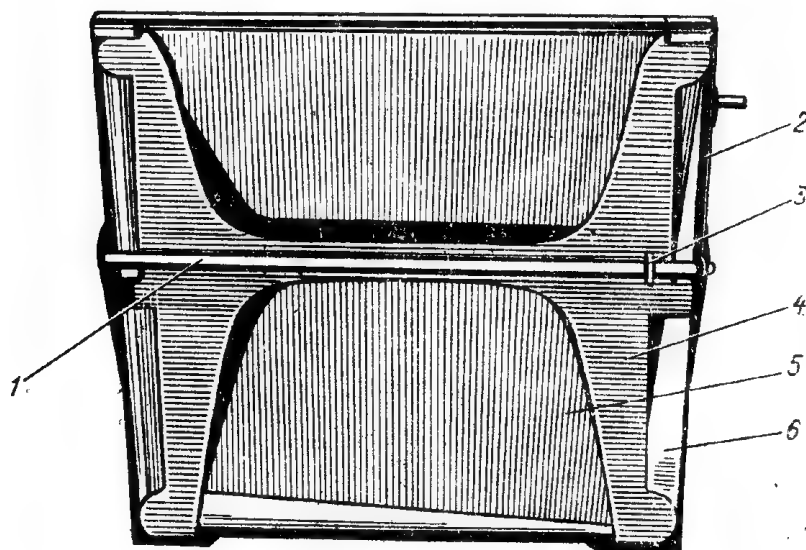

Рис. 4. Оправа с зеркалом:
6.6.6. Снять рамку 2 зеркала (рис. 4) с коромысла, установить в нее зеркало 6, пластину 5 и прижим 4. Снятие рамки зеркала и совместную их установку в корпус произвести согласно п.4.1.6.